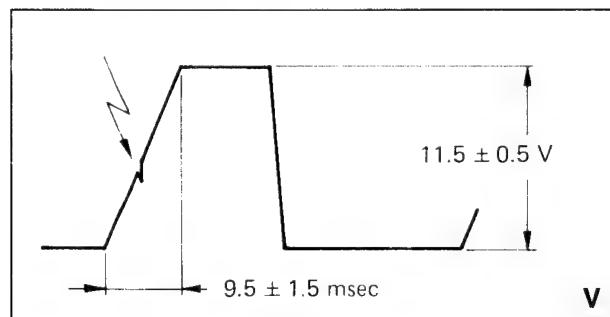

Bild 3-1
3. Oszilloskop an TP-6. Abtastimpuls muß in der Mitte der Flanke stehen (Bild 3-1).
3. Oszilloskop an TP 8. Abtastimpuls soll in der Mitte der Flanke stehen (Bild 3-1).